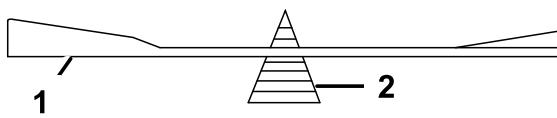

Bild 44
2. Überprüfen Sie die Auswuchtung des Schnittmessers auf einer Ausgleichsmaschine (Bild 44). Wenn das Schnittmesser in seiner horizontalen Position bleibt, ist es ausgewuchtet und kann wieder verwendet werden. Wenn das Messer nicht ausgewuchtet ist, wiederholen Sie das Schärfen an der schwereren Seite, bis das Messer ausgewuchtet ist.